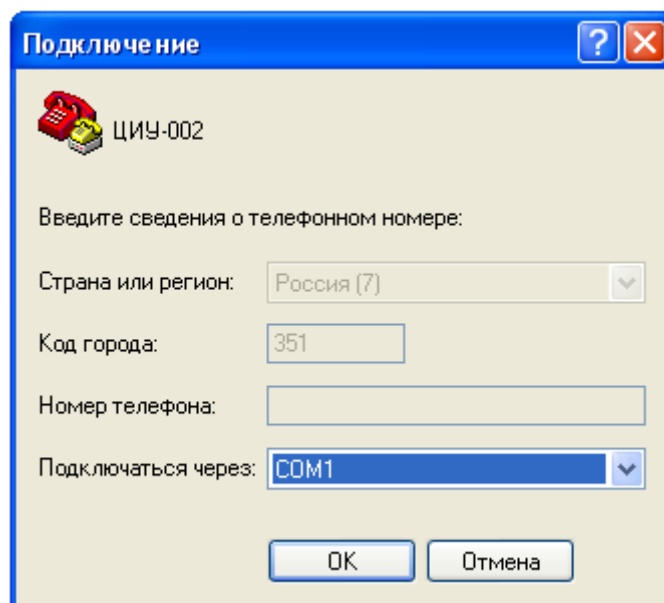

Рисунок 4.3.2
- г) задать COM-порт, через который будет осуществляться соединение (рис. 4.3.2);